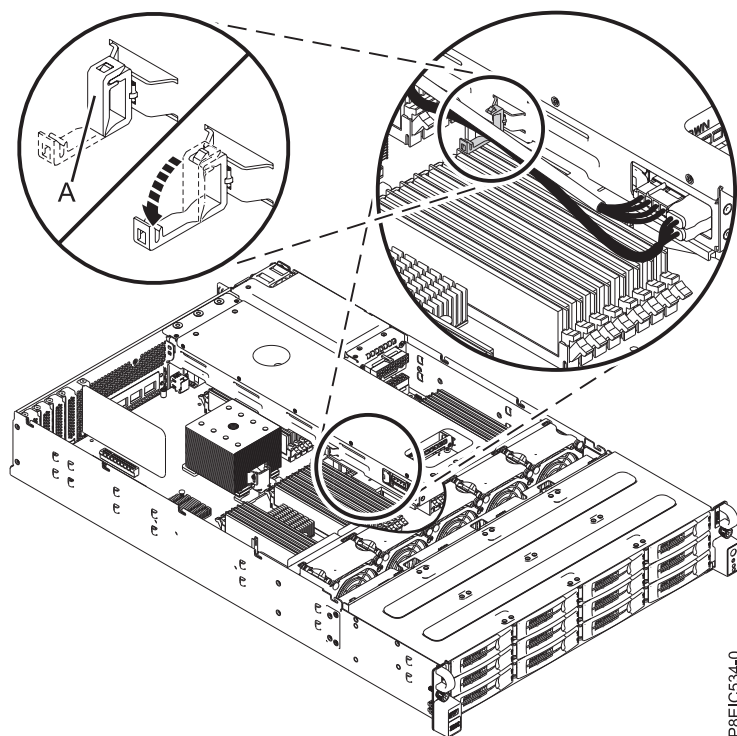

図 17. ケーブル・クリップからのケーブルの取り外し
3. 背面ドライブ・トレイ・アセンブリの側面にあるケーブル・クリップ **(A)** から電源ケーブルとドライブ信号ケーブルを取り外します (19 ページの図 17 を参照)。